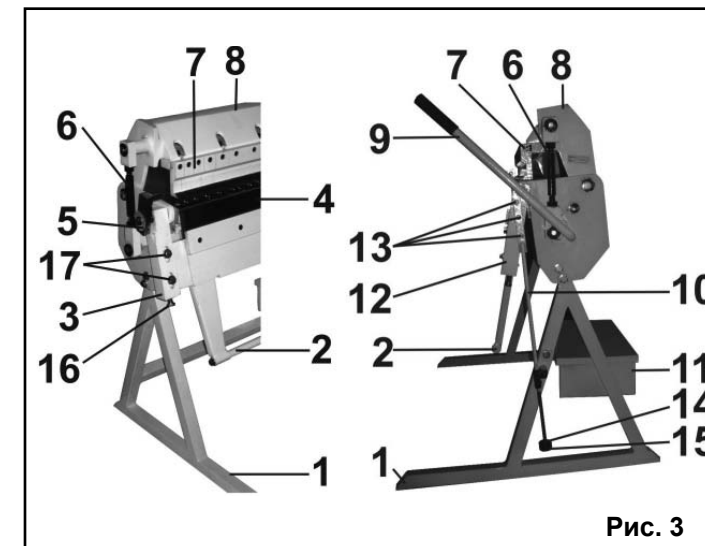

Рис. 3
8. ПОДГОТОВКА К РАБОТЕ И РЕГУЛИРОВКА (Рис.3)